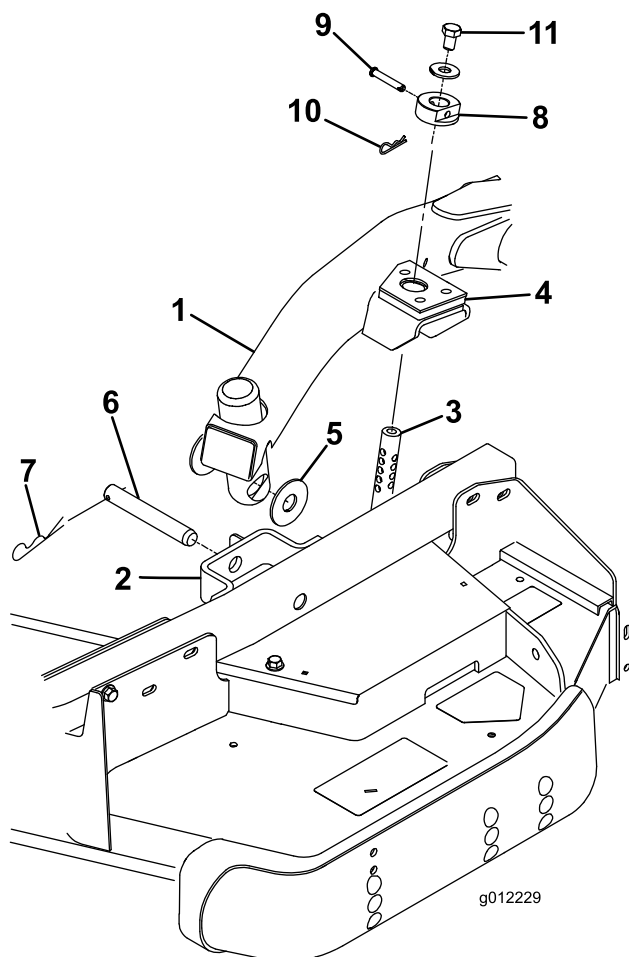

Figura 3
2. Desloque a alavanca de elevação para a posição Suspensa. Empurre um braço de elevação para baixo até que os furos no braço fiquem alinhados com os furos do suporte do braço da roda giratória e a haste de altura de corte possa ser inserida nas pastilhas do braço de elevação (Figura 3).
3. Prenda o braço de elevação ao braço da roda giratória com (2) anilhas de encosto, um passador de forquilha e um pino de gancho. Posicione as anilhas de encosto entre o braço de elevação e o suporte do braço da roda giratória (Figura 3). Insira a extremidade do gancho na ranhura da patilha do braço da roda giratória para fixar o contrapino.
7. Instale o anel da altura de corte nas varetas da altura de corte e prenda os passadores de forquilha e pernos do gancho (Figura 3). A cabeça do passador de forquilha deve ser posicionada virada para a frente da plataforma.
8. Instale um parafuso (1/2 x 3/4 pol.) e uma anilha na parte superior de cada vareta da altura de corte (Figura 3).